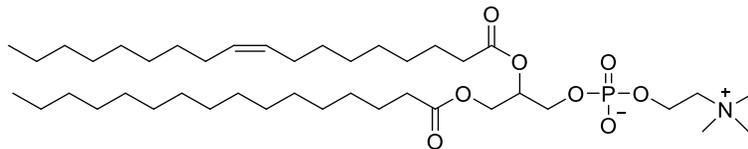

図2 レシチンの構造式
**問3** 細胞膜は、界面活性剤と同様の疎水性尾部と親水性頭部をもつリン脂質分子から形成されている。リン脂質の一つであるレシチンの化学構造を図2に示す。細胞膜の構造について、問1と同様に、脂質の頭部を丸印、尾部を棒線で表す方法を使って図示し、細胞膜とミセルの構造の違いについて説明せよ。